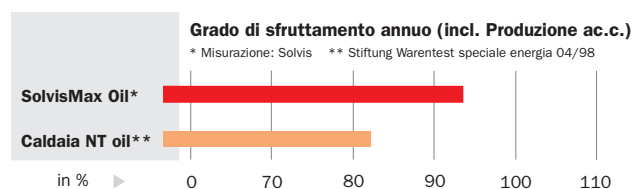

Fig. 5: Grado di sfruttamento annuale
- grado di sfruttamento annuale fino al 93%: l'efficienza energetica del Solvis Max rispetto alle caldaie tradizionali è fino all'11% più alta – il miglior valore tra tutte le caldaie comparabili (in base a Stiftung Warentest, con 30% parte acqua calda, senza collettori solari) cfr. fig. 5